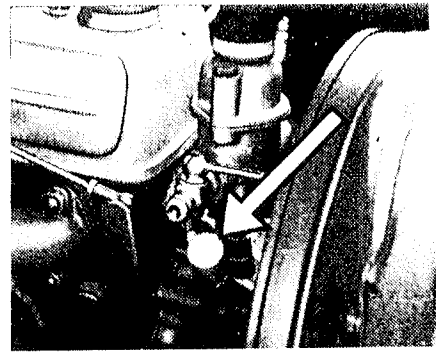

Abb. 45
19. Die Fettbüchse an der **Wasserpumpe** ist alle 8000 km etwas nachzuziehen und immer rechtzeitig wieder mit Wälzlagerfett aufzufüllen (Abb. 45).